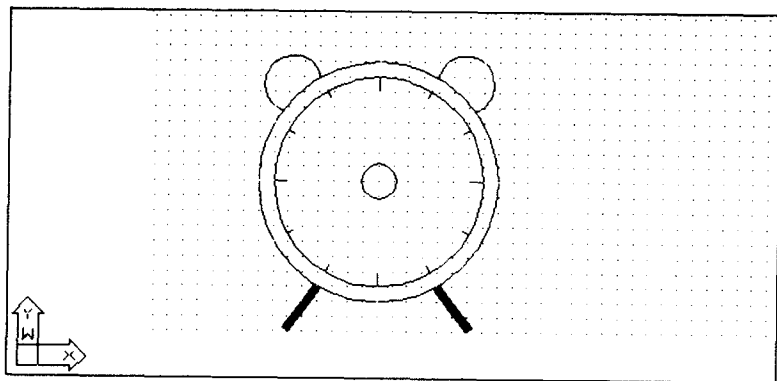

图 1-2-8 加上长刻度
(9) 上一步中绘制出的刻度线都是一样长度的，但是我们知道，闹钟的 12 点、3 点、6 点、9 点处的刻度要比其他点的刻度线要长一些。因此我们再进行一次如步骤 (8) 所示的直线绘制操作和对称性复制操作，绘制出四条长一点的刻度线，如图 1-2-8 所示。